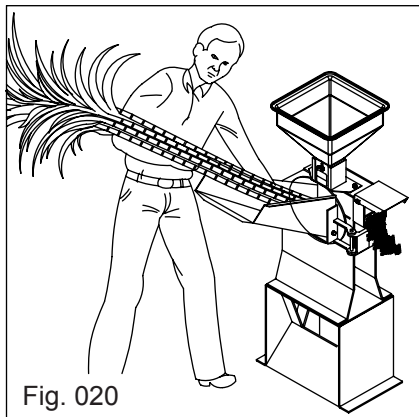

Fig. 020
c) Alimenta-se a bica de entrada continuamente com o material a transformar em forragem (Fig. 020).